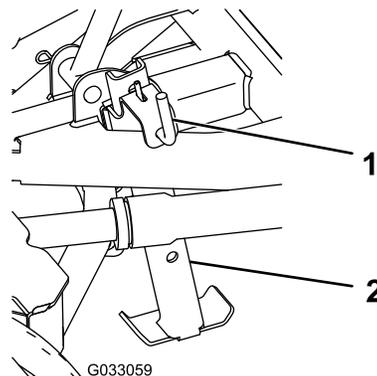

Bild 5
2. Ziehen Sie am Federstift des Ständers und setzen Sie den Ständer in die Befestigungshalterung ein; lassen Sie den Federstift dann los, um den Ständer in der abgesenkten Stellung zu arretieren (**Bild 5**).